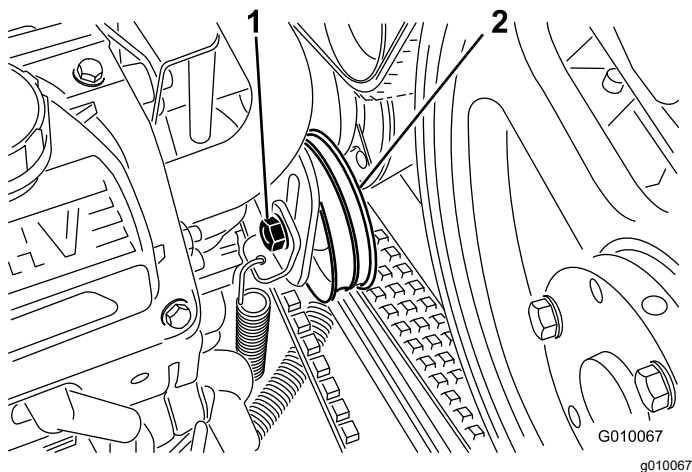

Figura 59
4. Afloje el perno de la polea tensora de la bomba sólo lo suficiente para permitir que se desplace dentro de la ranura de ajuste (Figura 59).